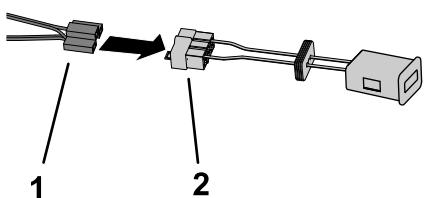

Figura 3
4. Conecte el medidor de horas inalámbrico al arnés del kit del CHI (Figura 3).